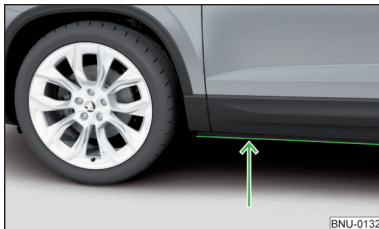

Abb. 256
- Daher vor einer Wasserdurchfahrt die Wassertiefe feststellen. Der Wasserstand darf maximal an die Unterkante des Unterholms reichen » Abb. 256.